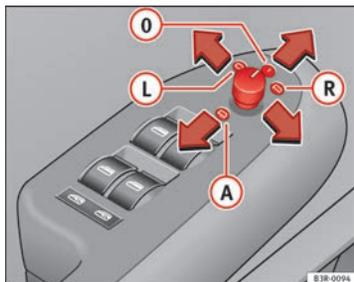

Fig. 104 Detalle del reposabrazos: Mando giratorio
- Gire el mando a la posición ⇒ fig. 104 **L** (retrovisor exterior del conductor) o a la posición **R** (retrovisor exterior del acompañante).
Al poner la marcha atrás, se inclina ligeramente hacia abajo la superficie del espejo, siempre que se haya conmutado a dicho retrovisor (mando giratorio en posición **R** ⇒ fig. 104). Esto permite ver el bordillo al aparcar el vehículo.